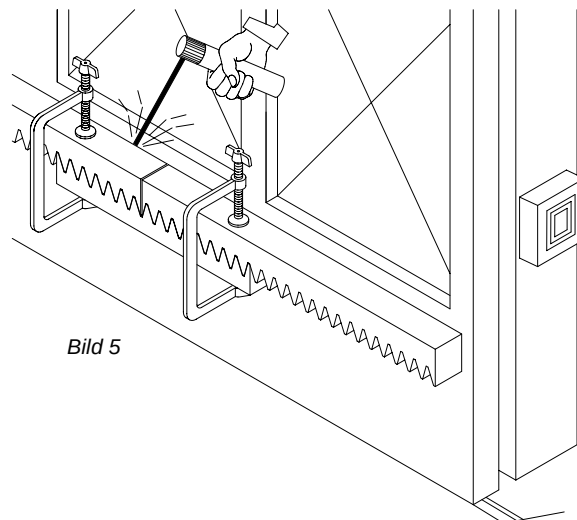

Bild 5
Am Tor ist eine Zahnstange der Größe Modul 4 anzubringen. Bei der benötigten Länge muß außer der lichten Weite auch die Befestigung der Endschalteffahren und die Verzahnungsweite des Ritzels mit berücksichtigt werden. Je nach Zahnstangenmodell wird die Zahnstange an das Tor geschraubt oder geschweißt. Unter Beachtung von Bild 5 folgendermaßen vorgehen.
- an den Verbindungsstellen zweier Zahnstangen ein umgedrehtes Zahnstangenstück unterhalten (Bild 5) um somit die richtige Zahnteilung einzuhalten.